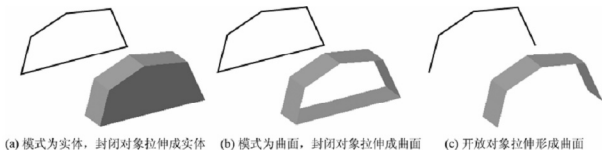

图 11-15 拉伸示例
使用【拉伸】EXTRUDE 命令, 可以通过拉伸选定的二维对象创建实体和曲面。若拉伸的是封闭的对象或面域对象, 如果“实体”选项卡处于活动状态, 会创建实体(图 11-15(a)); 相反, 如果“曲面”选项卡处于活动状态, 则会创建曲面(图 11-15(b))。如果拉伸的是开放对象, 则生成的对象为曲面(图 11-15(c))。
(2) **【模式(MO)】**: 用于控制拉伸对象是实体还是曲面。如果拉伸对象是封闭轮廓, 可以通过该项设置成拉伸后形成曲面, 如图 11-15(a)、11-15(b)所示。